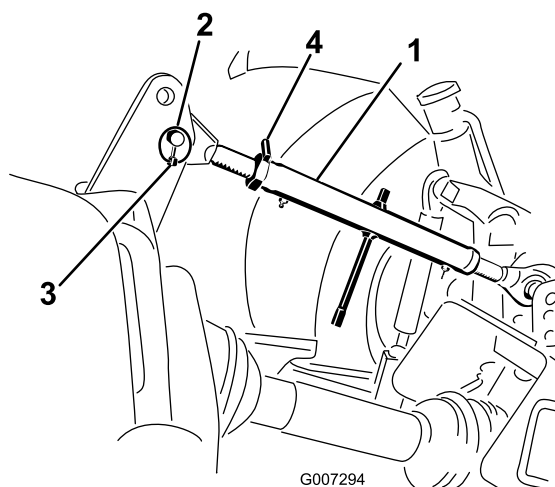

Figura 6
1. Ligue a articulação superior ao orifício inferior no suporte e prenda-a com um pino de articulação e um pino de sujeição (Figura 6).
3. Rode a articulação superior para apertar a articulação. Ajuste até que a estrutura dianteira do arejador esteja a 90 graus da horizontal (Figura 6).